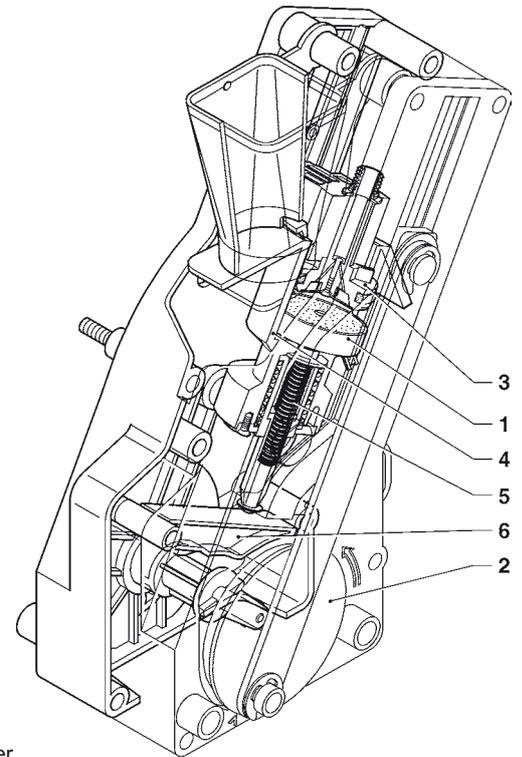

Abb. 18
Die Kurbel des Getriebemotors, die mit der Außenscheibe (2) eingekuppelt ist, wird um 180° gedreht, wodurch die Brühkammer schwingt und der obere Kolben (3) sinkt (siehe Abb. 18).